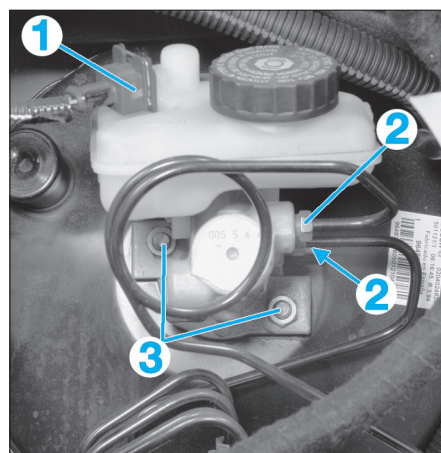

FIG. 15
- Débrancher le connecteur (1) de l'indicateur de niveau (Fig.15).